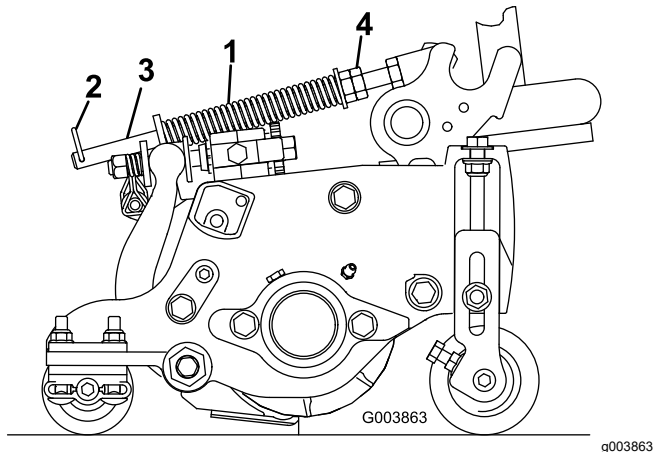

図 59
ターフ補正スプリング 図 59 は、Cuttingユニットの前ローラから後ローラへの「体重移動」を行う働きがあります。これにより、マーセリングやボビングと呼ばれる「波打ったような」仕上がりを防いでいます。
1. スプリングロッドの後の穴にヘアピンが差し込まれていることを確認してください 図 59。
2. スプリングロッド前部の六角ナットを締めて、スプリング圧縮状態の長さが159 mmになるようにする 図 59を参照。